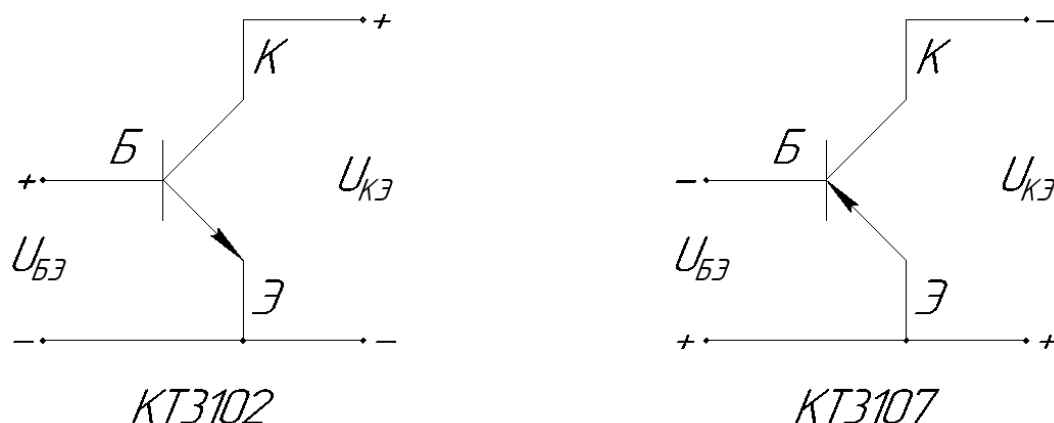

Рисунок 6.3.1 – Схема с общим эмиттером
- 2) Собрать схему с общим эмиттером (рисунок 6.3.1).